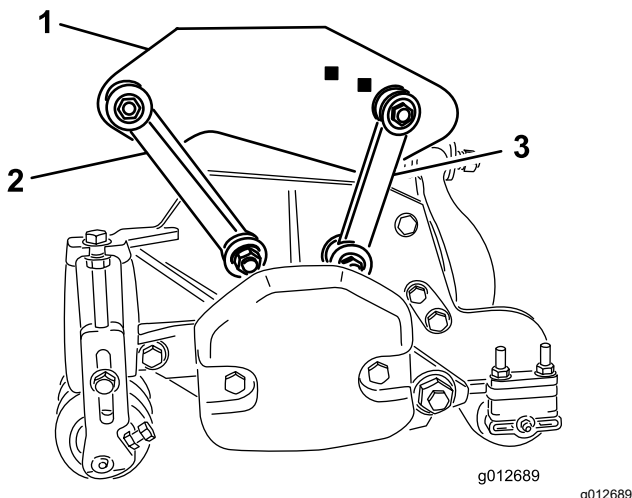

Figura 19
- Sujete los acoplamientos de montaje delanteros a los taladros de los bastidores de tiro con un perno ($\frac{3}{8}$ " x $2\frac{1}{4}$ "), 2 arandelas planas y una contratuerca, según se muestra en Figura 19. Coloque una arandela en cada lado del acoplamiento al montarlo. Apriete las fijaciones a 42 N·m.
- Sujete los acoplamientos de montaje traseros a los taladros traseros de los bastidores de tiro con un perno ($\frac{3}{8}$ " x $2\frac{1}{4}$ "), 2 arandelas planas y una contratuerca, según se muestra en Figura 19. Coloque una arandela en cada lado del acoplamiento al montarlo. Apriete las fijaciones a 42 N·m.